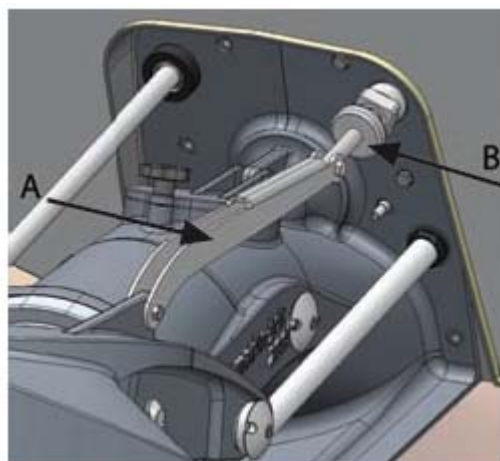

Figura 67. Asta tra cilindro idraulico e deflettore
7. Montare l'asta tra cilindro e deflettore (figura 67, punto A).
8. Montare l'anodo di zinco sull'asta del pistone accertandosi che lo zinco (figura 67, punto B), non interferisca sul movimento del deflettore.